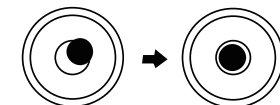

Fig.4
- (4) Tournez l'hélice et centrez la bulle (Figure 4)